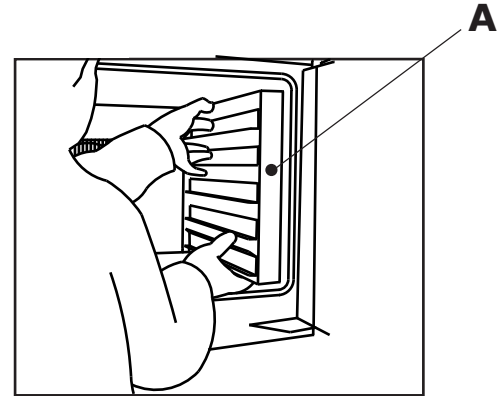

Abb. 17
- die Blechstützen und den Transporteur demontieren oder Öffnen (**A-Abb. 17**);